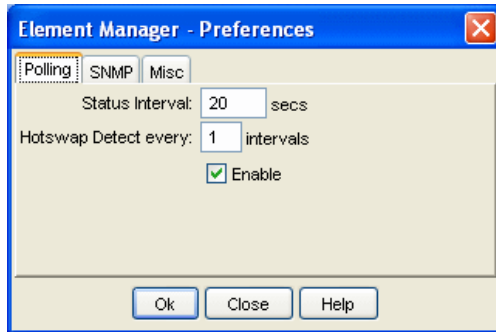

図 6-6 Element Manager: Preferences: 「Polling」タブ
- ▶ 「Polling」タブ（図 6-6）は、一般的な状況およびホット・スワップ・インターフェース・ボードの状態の変更がないかどうか、Topspin シャーシを検査する間隔を指定します。